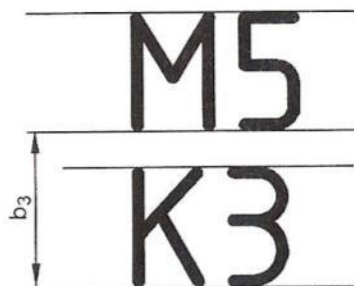

Figura 3
3) Mayúsculas solamente (ver figura 3).